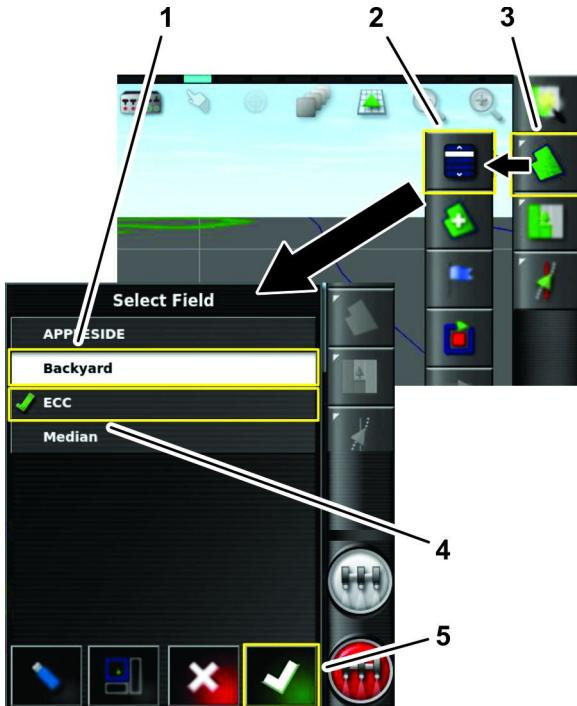

Figura 35
- Premete l'icona del Menu del campo e premete l'icona Seleziona campo (Figura 35).
- Nell'elenco Seleziona campo, premete l'icona Campo per il campo che state irrorando, quindi premete l'icona Conferma (Figura 35).